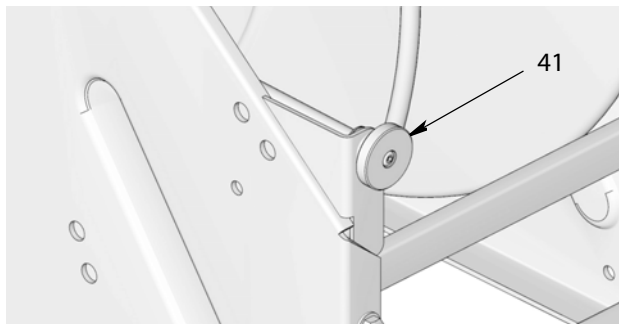

FIG. 26
Для ослабления или увеличения затяжки тормоза поворачивайте регулятор (41) влево или вправо (FIG. 26).
- Для увеличения/усиления затяжки тормоза поворачивайте регулятор (41) вправо.
- Для снижения/ослабления затяжки тормоза поворачивайте регулятор (41) влево.